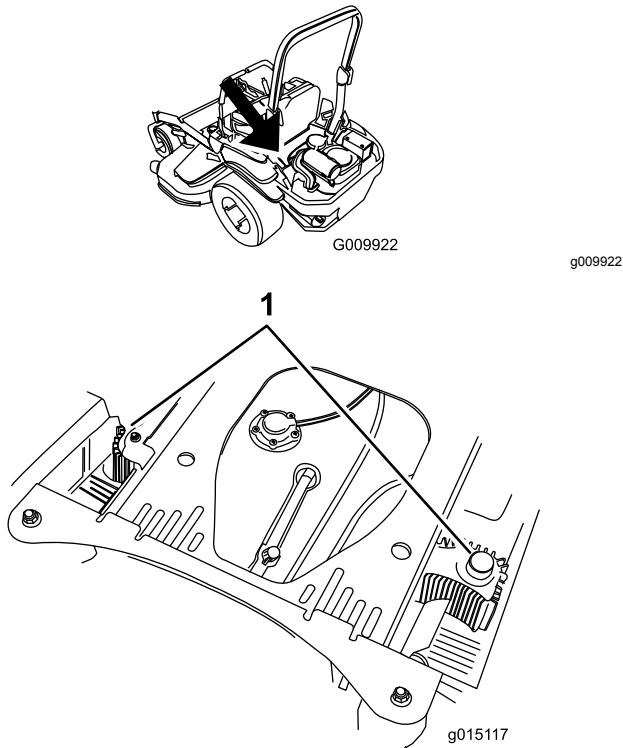

Figura 88
4. Limpe os detritos e relva dos resguardos da unidade hidráulica (Figura 88).